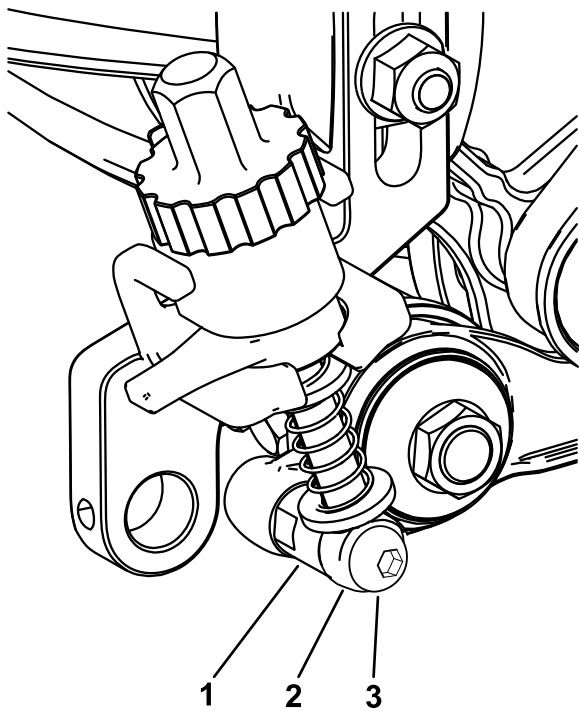

Figura 23
- Sul lato del gruppo tendicinghia, fissate l'asta del gruppo del braccio di regolazione al gruppo tendicinghia montando un bullone di spallamento attraverso l'asta del braccio di regolazione e nel collare di regolazione come illustrato nella Figura 23; serrate il bullone di spallamento a 20–26 N·m.